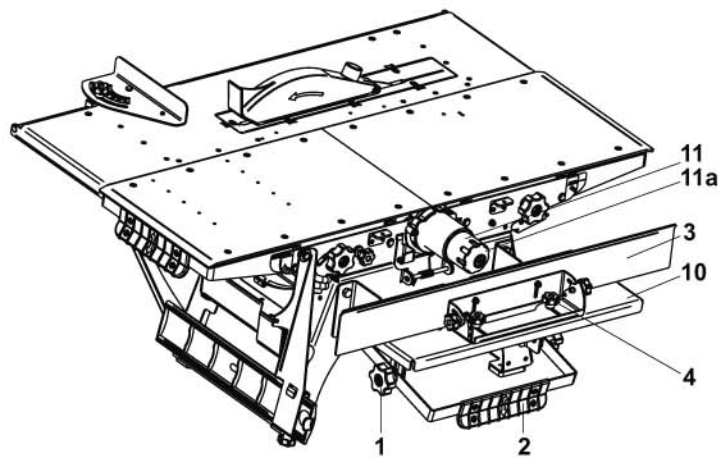

Рис. 12
- оттяните пальцем замковую скобу **28** и перемещением вниз ручек **46** и **49** (рис. 12) опустите столы до упора;
- передний **25** и задний **24** строгальные столы установить на один уровень с пильным столом **23** (что соответствует совмещению штрихов «close» на шкалах **47, 48**), для чего отверните винты **45** и **26** (рис. 2) и поднимите ручки **46** и **49** (рис. 12), затем снова заверните винты **45** и **26**.
Ограждение концевой фрезы **12** имеет подпружиненный защитный колпачок **11a** (рис.12), который перемещается при нажатии заготовкой в осевом направлении, открывая рабочую часть концевой фрезы.
- Отрегулируйте стол **10** по высоте относительно фрезы. Для этого опустите винты **1** (рис. 12);
Подача обрабатываемого материала по столу **10** осуществляется вручную. Для параллельного перемещения заготовки используйте линейку **3**. Линейка крепится винтами **4** к столу **10** через имеющиеся резьбовые отверстия в столе (рис. 12).